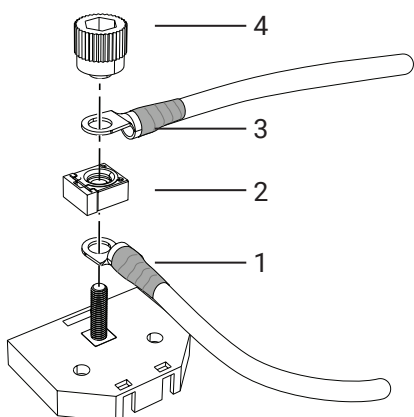
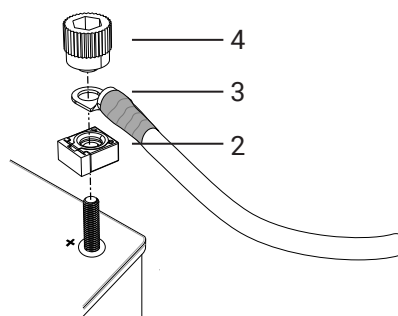

Imagen 80. Conexión a la caja de fusibles
Imagen 81. Conexión al terminal positivo de la batería
3. Cuando utilice la caja de fusibles, conectar el cable (1) al terminal positivo de la batería y a la caja de fusibles y colocar el fusible (2) en la parte superior, véase Imagen 80.
4. Cuando se conecte directamente al terminal positivo de la batería, colocar el fusible (2) en el terminal positivo, véase Imagen 81.
5. Conectar el cable de alimentación principal (3) a la caja de fusibles/al terminal positivo, véase Imagen 80 - Imagen 81.
6. Apretar las conexiones de cables y el fusible con la perilla (4). Los cables se colocan a 90° o 180° entre sí. El fusible se monta con el ángulo correcto orientado hacia los cables, véase Imagen 80 - Imagen 81.